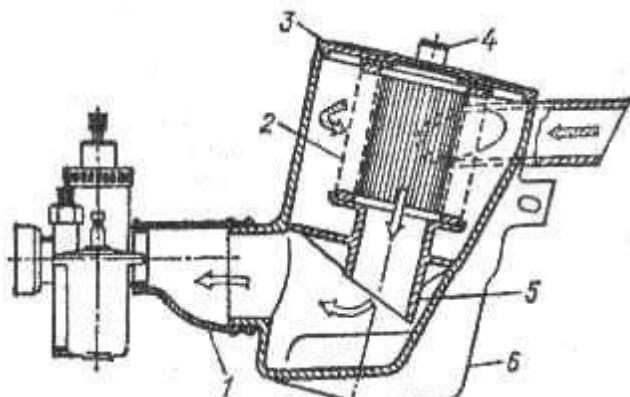
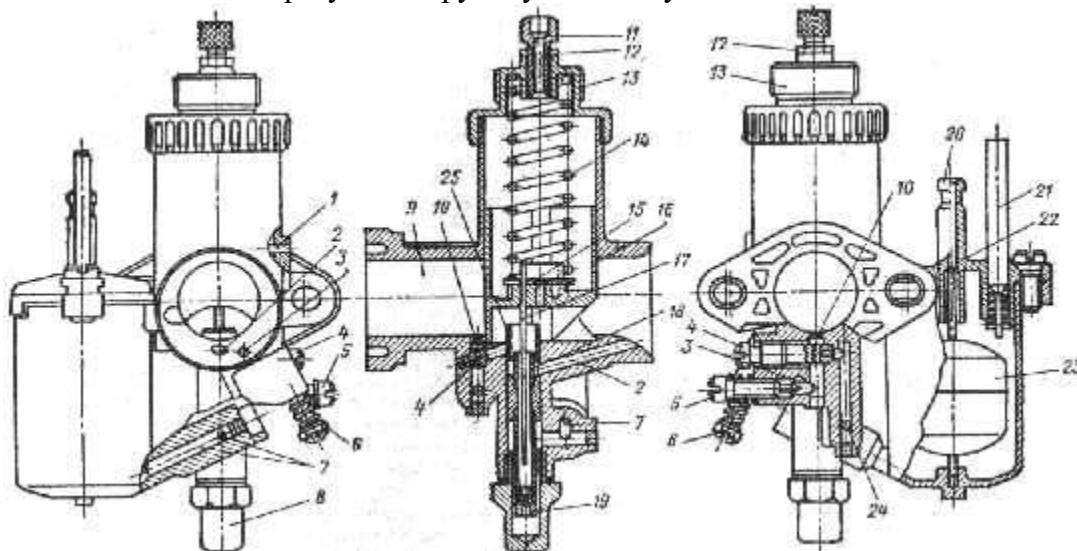

Рис. 2. Разрез глушителя шума впуска с воздухофильтром мотоцикла "Ява-250" и схема его работы (стрелками показано направление движения воздуха):
Рис. 6. Разрез карбюратора "Йиков" 2924СБД:
Воздухофильтр. Воздухофильтр с глушителем шума впуска объединен в один узел. Корпус глушителя шума впуска изготовлен из пластмассы и закрывается крышкой у мотоциклов "Ява-250" плоской (рис. 2), а у мотоцикла "Ява-350" - воронкообразной (рис. 6).
Устройство карбюратора "Йиков" 2924СБД показано на рис. 6. Поплавковая камера с дроссельным колодцем, смесительная камера и фланец крепления карбюратора к двигателю выполнены в одной отливке. У карбюратора "Йиков" 2926СД кроме этого имеется с левой стороны дополнительный прилив, в котором расположен пусковой карбюратор. Внутри поплавковой камеры находится поплавок 23 с запорной иглой (поплавковый механизм).
2. Снять крышку 22 (см. рис.6) поплавковой камеры, убедиться в отсутствии грязи на дне камеры. В случае необходимости карбюратор снять с двигателя, разобрать, промыть и установить на место.